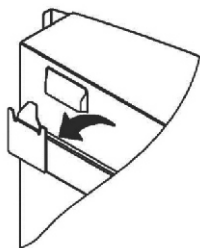

Fig.3
-Sollevare con attenzione il camino elettrico assicurandosi che le due fessure posteriori e superiori del camino elettrico si incastrino nella staffa (Fig.3) e siano posizionate centralmente.